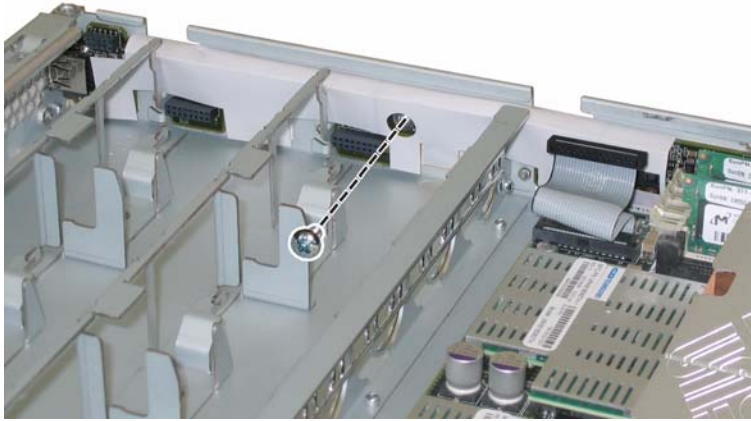

图 3-28 从机箱上旋下前面 I/O 板螺丝
11. 旋下将前面 I/O 板固定到机箱的螺丝。请参见图 3-28。